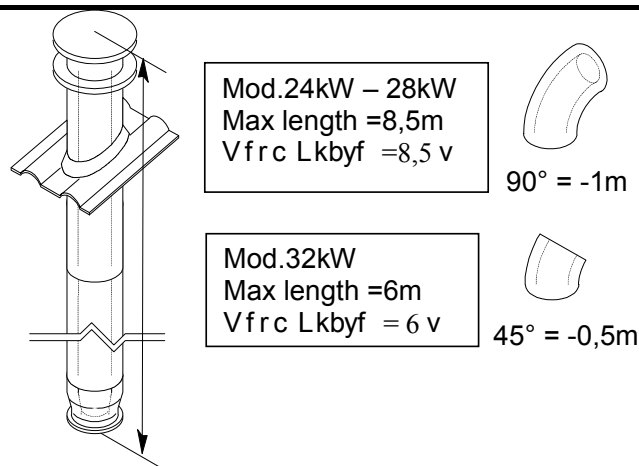

Fig. 5.10
**Vertical- roof kit (Fig. 5.10)**
**Комплект для вертикального отвода отходящих газов (рис.5.10)**